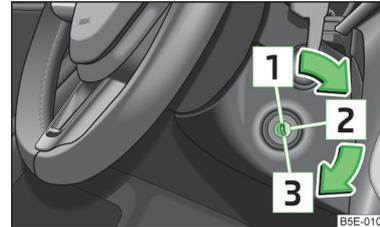

Abb. 117
- Während der Fahrt mit stehendem Motor muss der Zündschlüssel immer in der Stellung **Z** » Abb. 117 auf Seite 118 (Zündung eingeschaltet) sein. Diese Stellung wird durch das Aufleuchten von Kontrollleuchten angezeigt. Wenn das nicht der Fall ist, könnte es unerwartet zur Verriegelung der Lenkung kommen - es besteht Unfallgefahr!
**Benzinmotoren** » Abb. 117
**Dieselmotoren** » Abb. 117
Wenn die **Lenkung gesperrt ist** und der Schlüssel sich nicht oder nur schwer in die Position **[Z]** » Abb. 117 drehen lässt, dann ist das Lenkrad etwas hin und her zu bewegen - die Lenkungsverriegelung wird dadurch entriegelt.
- Die Zündung einschalten **2** » Abb. 117 auf Seite 118.
» Abb. 117 auf Seite 118.